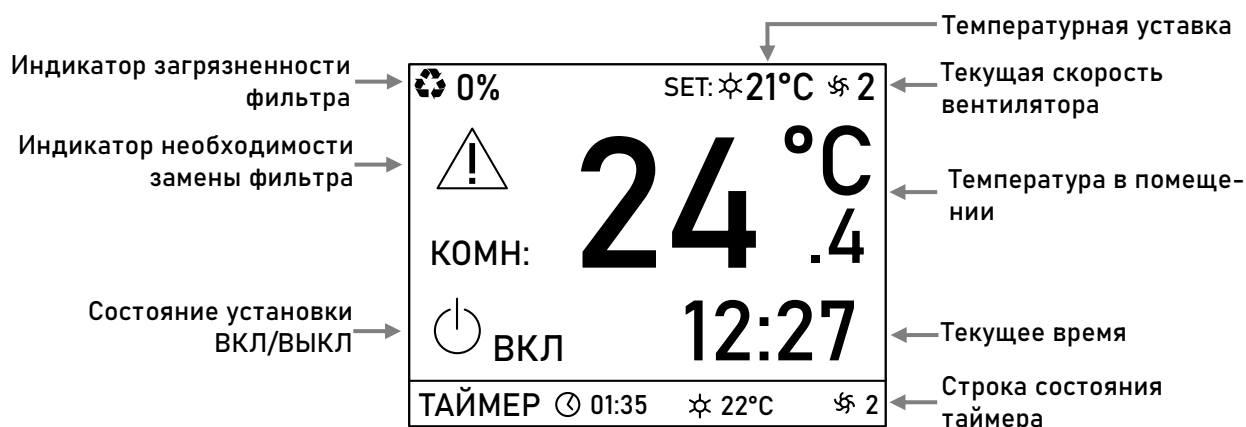

Рисунок 15 - Экран дежурного режима
3.3.2 Сразу после включения на нём отобразится экран дежурного режима (Рисунок 15).